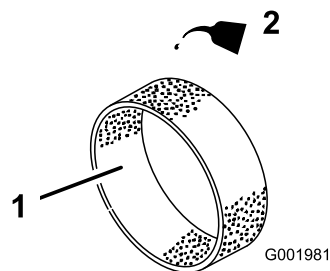

Figura 40
4. Amplasai pe element 30 - 59 ml de ulei (Figura 40).